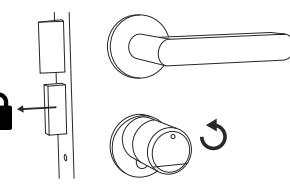

Fig. 3
- ② Le cylindre est maintenant dégagé et la serrure peut être ouverte (Fig. 2) ou fermée (Fig. 3).